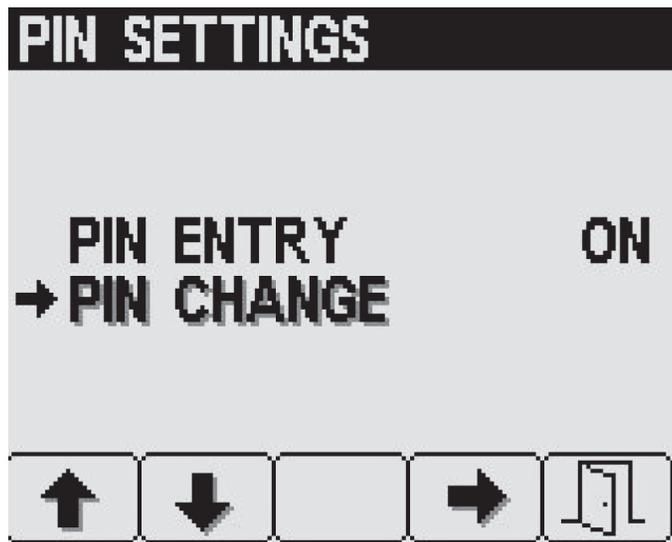

图 26
- 按 1 号或 2 号按钮可选择 PIN CHANGEPIN 变更选项图 26。
- 按 4 号按钮可选择 PIN CHANGEPIN 更改条目图 26。